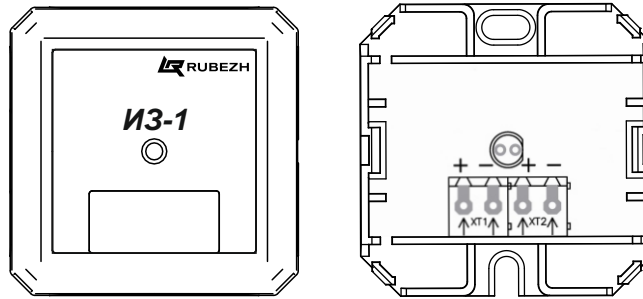

Рисунок 1
2.2 Изолятор шлейфа подключается к АЛС с соблюдением полярности, указанной на плате (рисунок 1).